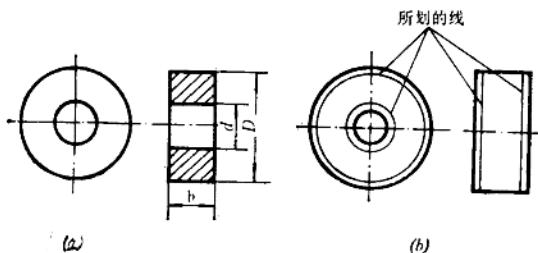

图 2-21 圆 环
1. 图 2-21(a) 所示的圆环，是一个锻造毛坯。如果毛坯比较准确，就可按图纸尺寸进行划线，工作比较简单〔图 2-21(b)〕。如果毛坯的锻造误差较大，内孔与外圆偏心，划线时就要考虑借料。如只顾及外圆（使其加工余量均匀），则内孔就划不起来